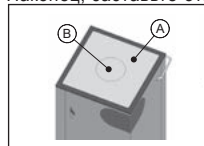
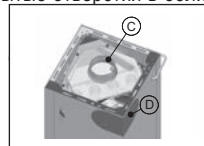
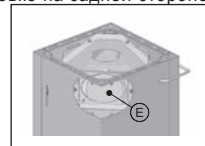

Рис. 9
Рис. 10
Рис. 11
Осторожно снимите верхнюю плиту (А) каминной печи (рис. 9) и уложите ее в защищенное место. При снятии верхней плиты необходимо следить за тем, чтобы монтированная на ней глухая крышка (В) (рис. 10) не упала и не повредилась.
После снятия верхней плиты привинченный к корпусу печи патрубок для подключения газоотводной трубы (С) (рис. 10) станет видимым. Демонтируйте его, выкрутив расположенные внутри винты с шестигранной головкой (SW 13). Теперь снимите задний лист перекрытия (D) (рис. 10), ослабив соответствующие винтовые соединения. После удаления листа перекрытия Вы увидите глухой фланец для подключения газоотводного канала сзади / сбоку (E) (рис. 11). Отвинтите его.